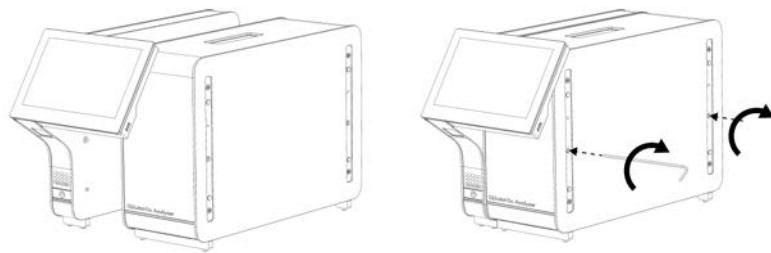

図 6. 操作モジュールを分析モジュールに取り付ける。
3. 操作モジュールを箱から取り出し、分析モジュールの左側に取り付けます。QIAstat-Dx Analyzer 1.0 に同梱の分析-操作モジュールアセンブリツールを使用してネジを締めます（図 6）。